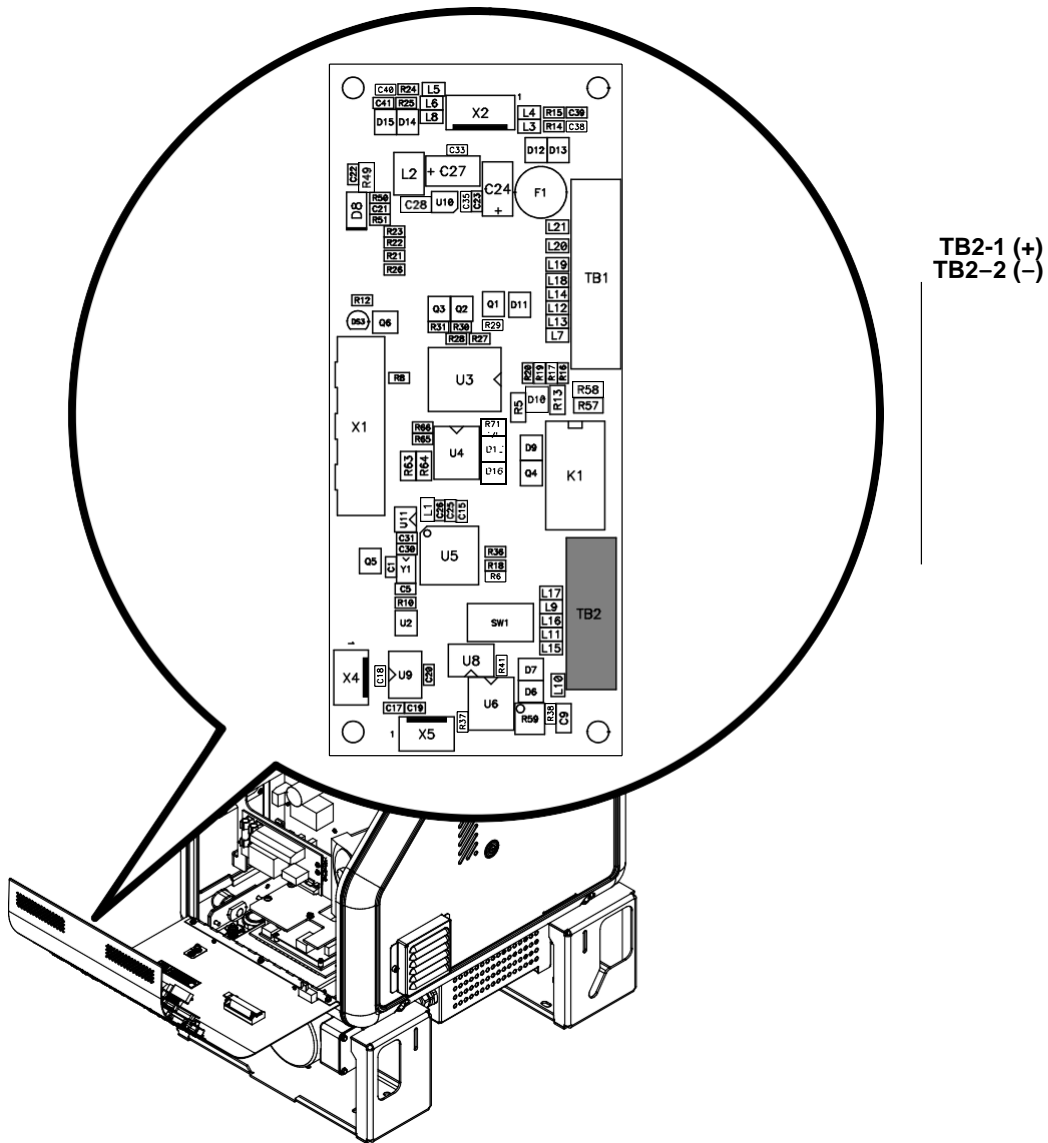

Figura 3-12 Conectando o sinal de referência de velocidade da linha para a operação controlada pela linha em coleiros com uma placa de relés
2. Conectar um sinal de referência de velocidade da linha de 0–10 VDC como mostrado na Figura 3-12 para coleiros com uma placa de relés ou a Figura 3-13 para coleiros com um conjunto bloco terminal para controle do motor.